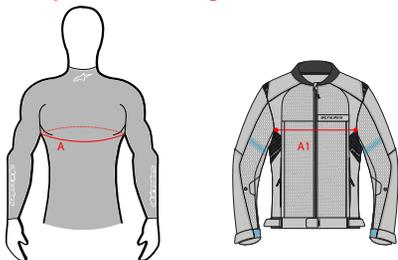

Figure 8
AVERTISSEMENT ! Tech-Air® 3, en taille S ou plus grande taille, doit être porté avec un vêtement Alpinestars compatible Tech-Air de la même taille que le système ou avec un vêtement Alpinestars qui n'est pas compatible Tech-Air, à condition que le vêtement fasse une taille de plus que le système, ou quelle que soit la marque, Alpinestars ou autre, le vêtement doit répondre aux critères suivants : pour la région de la poitrine, mesurer la circonférence de la poitrine (A) et la largeur du vêtement sur la région de la poitrine (A1). Le vêtement est compatible avec le système Tech-Air® 3, si $A1 > 0,5 \times A + 12$ cm ($A1 > 0,5 \times A + 4,72$ pouces) (voir la figure 8 ci-dessous)